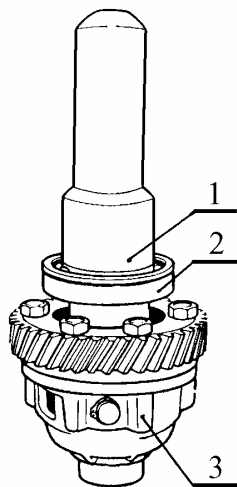

Рис.41. Напрессовка подшипников на корпус дифференциала:
5.1.8 Напрессовать подшипники 2, рис.41, на корпус 3 дифференциала, поставить пружинную шайбу 2, рис.13, и упорное кольцо 1 (оправка 67.7853-9558, пресс гидравлический типа 2135 ГАРО, щипцы для развода пружинных колец).